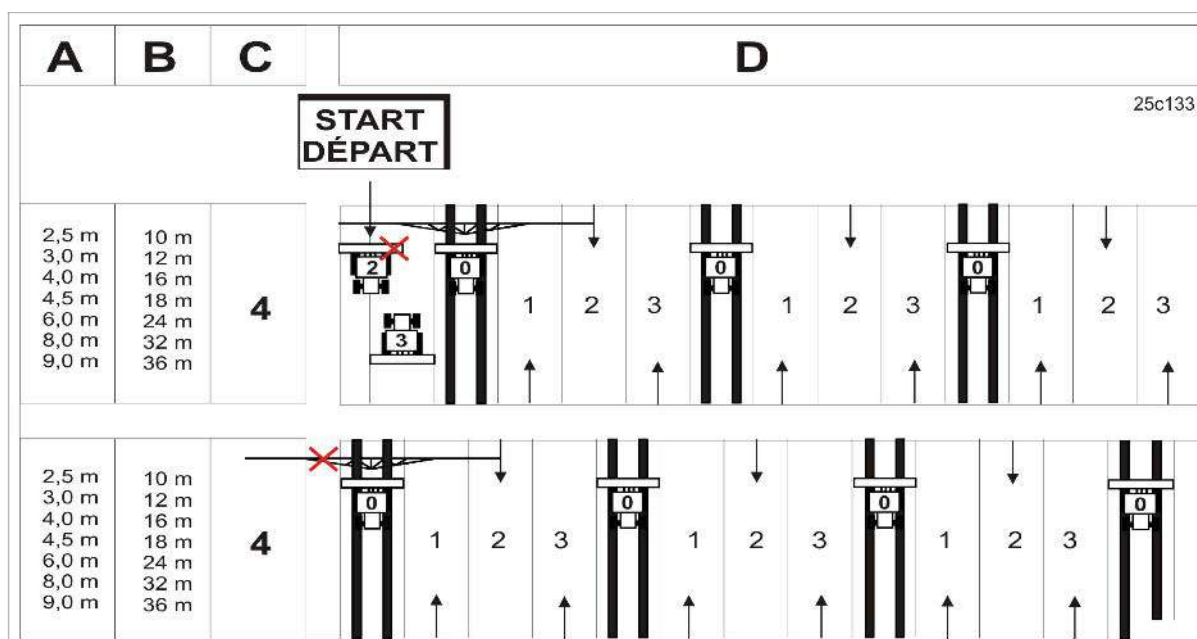

Рис. 60
Создание технологических колей представлено на рисунке (Рис. 60) на нескольких примерах:
1. См. в таблице (Рис. 60):
На рисунке (Рис. 60) показаны примеры создания технологических колей с 4-м, 6-м и 8-м ритмом переключения.
На рисунке (Рис. 60), наряду с другими, показаны примеры для создания технологической колеи со 2-м, и 6 плюс ритмом переключения.